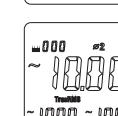

图7-4
- 若需要测量三相总功率，需按“ Σ ”键，如图7-4，将第二相位的当前测量值进行功率求和存贮。